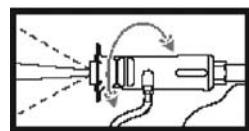

Figure 9
- tourner le couvercle de l'embout pour ajuster le motif de pulvérisation de jet à large éventail (Figure 9).